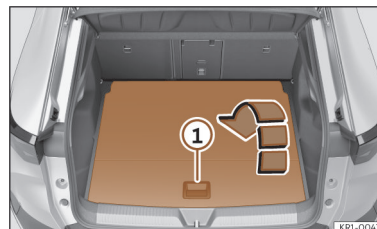

Fig. 165 Na bagageira: abrir o segundo piso da bagageira.
- Para **abri-lo**, segure a pega >>> **Fig. 165** **!** e dobre a parte traseira do piso da bagageira para a frente, no sentido da seta.